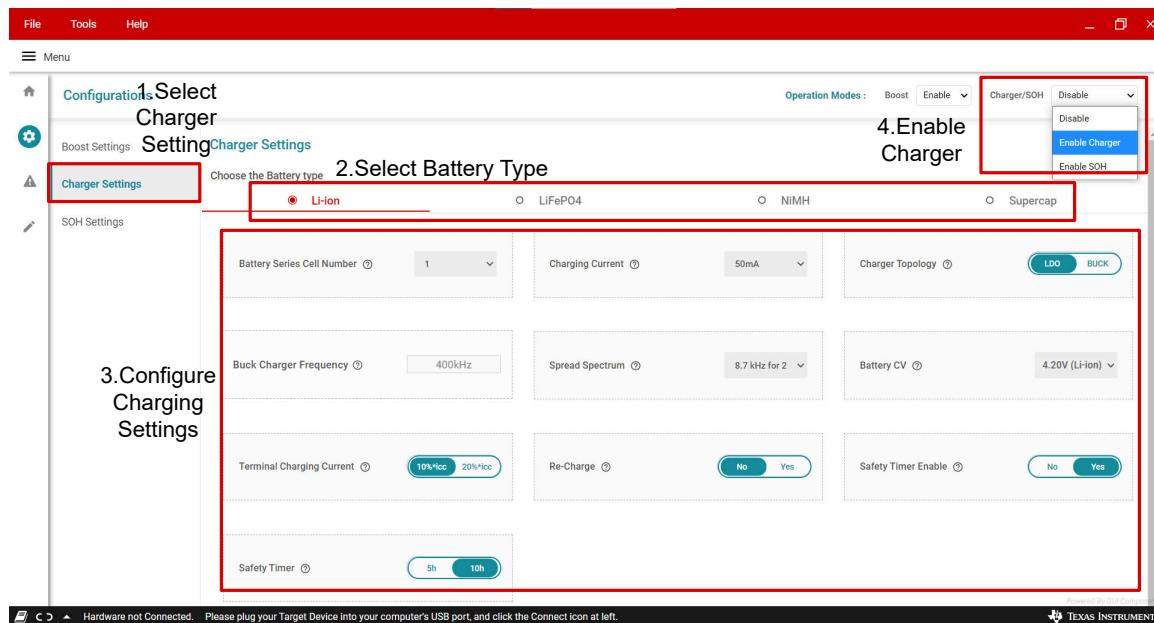

图 3-4. 充电器设置表
5. 单击充电器设置按钮，切换到充电器设置表（请参阅 图 3-4）。默认情况下，将充电器设置为锂离子模式。根据设计目标设置充电器模式电池类型、电池数量、CC 电流等。